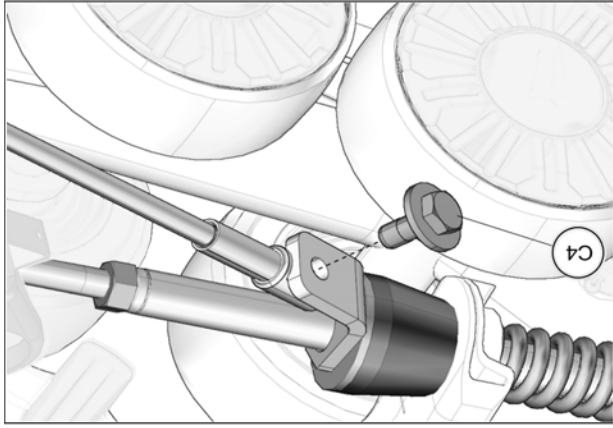

Fig. 36
20. Tourner légèrement le volant dans le sens contraire jusqu'à ce que le câble puisse être fixé à la plaque de support en utilisant le boulon (C4) fourni. Serrer à un couple de 35 N•m [24 lb•pi]. Voir la Fig. 36. Effectuer le même exercice du côté droit.